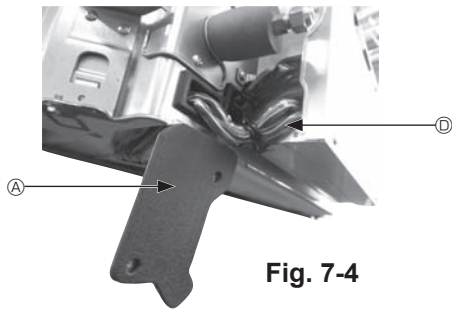

Fig. 7-4
- ① Usunąć dwie śruby mocujące pokrywę przewodu urządzenia głównego, a następnie otworzyć pokrywę.
- ② Poprowadzić przewody czujnika i-See i odbiornika sygnału w skrzynce elementów elektronicznych w sposób pokazany na schemacie i wokół tulei z boku urządzenia głównego. (Fig. 7-4)